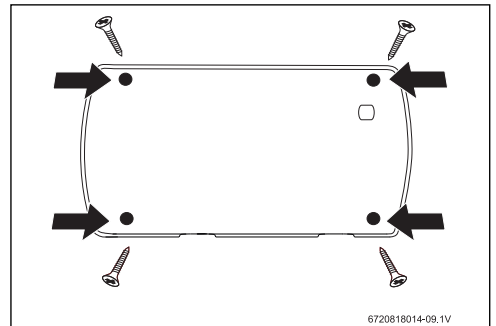

Fig. 18 Orificios de montaje
- ▶ Taladre los orificios y fije la unidad a la pared utilizando los cuatro tornillos suministrados (Fig. 18).